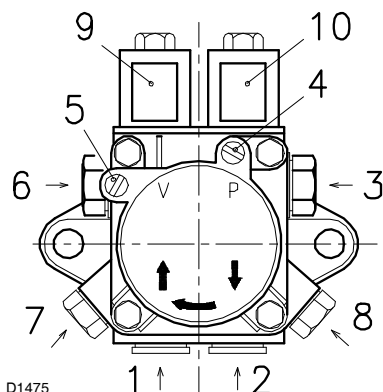

Fig. 18
Légende (Fig. 18)
- Pour que la pompe puisse s'auto-amorcer, il est indispensable de desserrer l'une des vis 4)-8)(Fig. 18) de la pompe pour purger l'air contenu dans le tuyau d'aspiration.
Pour modifier la pression de la 1^{ère} allure, agir sur la vis 6)(Fig. 18). Pour modifier la pression de la 2^{ème} allure, agir sur la vis 7)(Fig. 18). Il peut y avoir des saccades en 2^{ème} allure avec la haute pression dans certains accouplements; dans ce cas, réduire la pression de pulvérisation ou utiliser des gicleurs à cône plein, et monter un gicleur plus grand si la puissance voulue n'est pas atteinte.